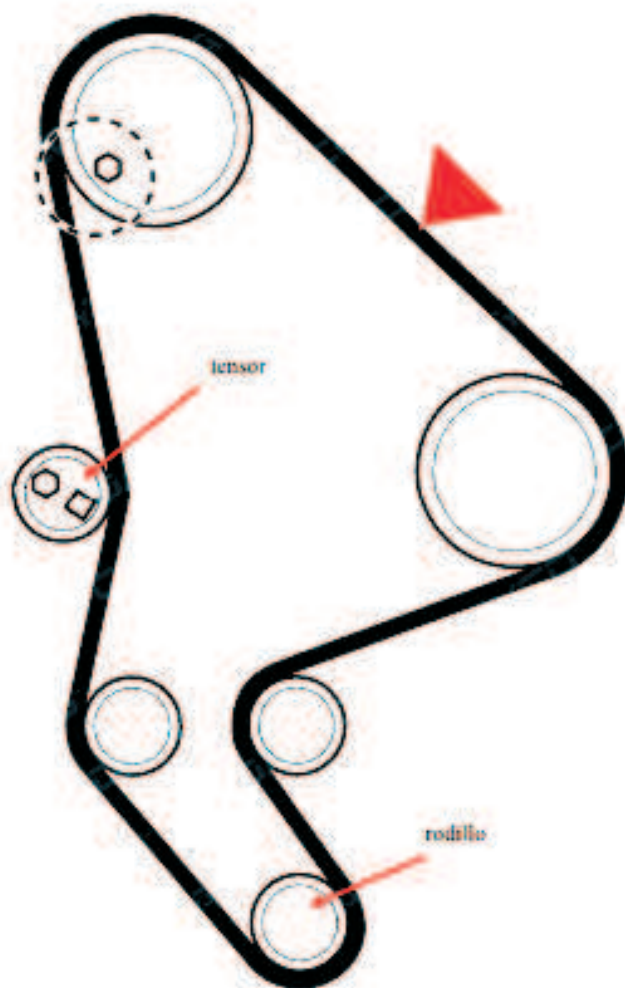

Fig. 1
- Después de haber girado en sentido contrario a las agujas del reloj el tensor y de haber bloqueado su bulón de fijación con un par de 23 N, coloque el sensor del medidor de tensión DaycoTensioMeter-DTM (Fig.1), que deberá haber sido regulado antes, siguiendo los pasos y utilizando el test code 1232028, en el punto rojo indicado y compruebe la tensión de la correa. Si en el display del instrumento aparece escrito "OK", siga con las demás operaciones sucesivas; de lo contrario, repita los pasos de regulación del tensor hasta que en el display del DTM no aparezca escrito "OK".